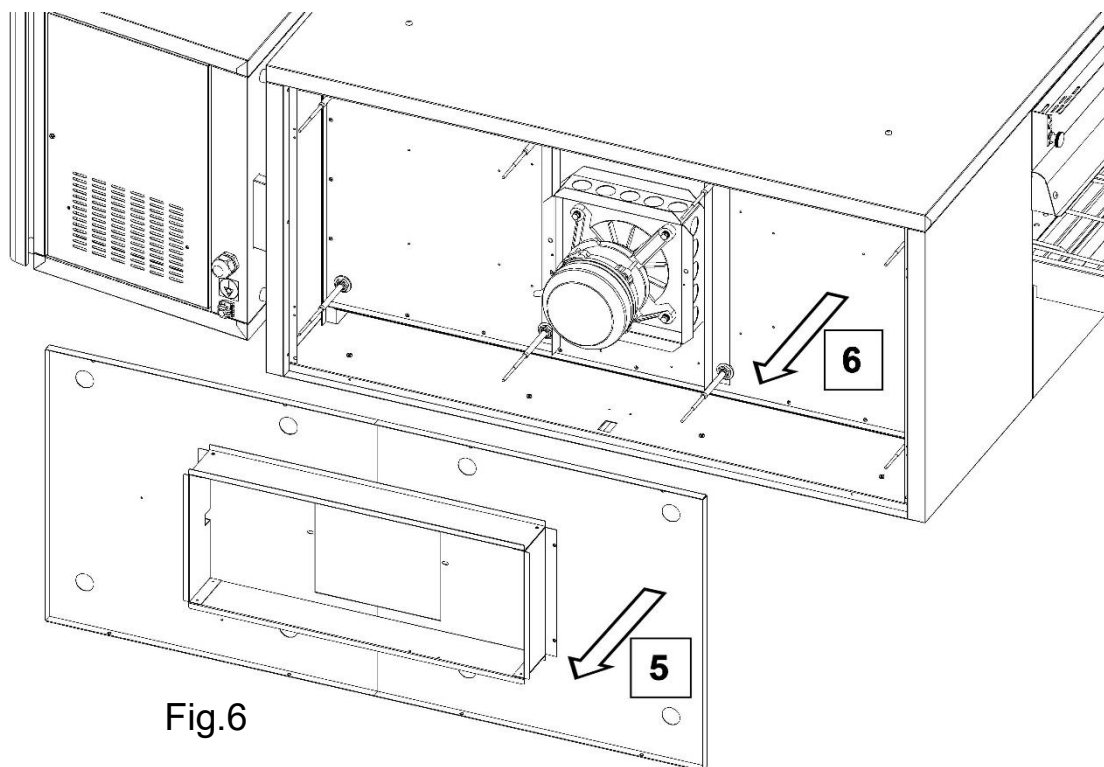

Fig.6
5. Retirar las placas de contención y el aislamiento (Fig. 6).
6. Retirar el panel del motor (Fig.6).
Alternativamente, al tocar el símbolo de las teclas se accede a la pantalla de selección directa del valor deseado (*fig.6*). Confirme la selección con el tic o la bandera. Para cancelar, utilice la «X»